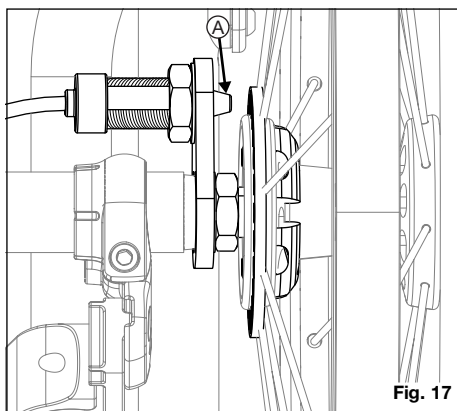

Fig. 17
2. Compruebe visualmente que los pasadores de bloqueo del buje estén totalmente retraídos de la placa de bloqueo del buje (Fig.17:A).